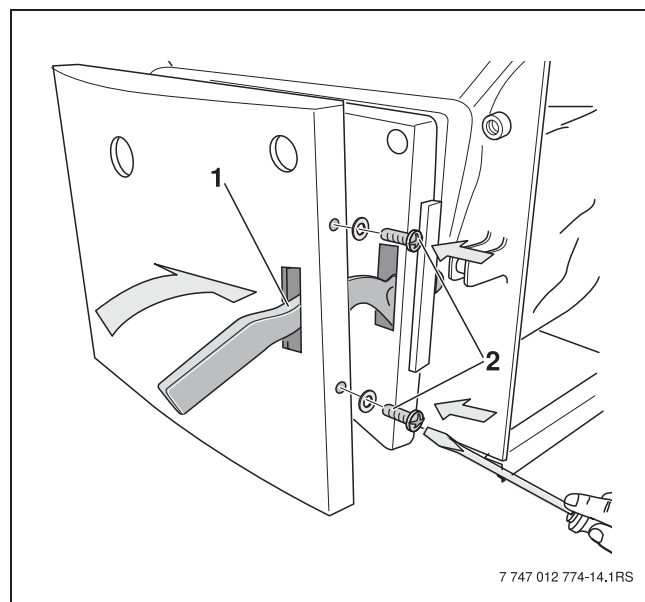

Figura 11 Montarea capacului ușii camerei de ardere
- Capacul ușii camerei de ardere se aplică pe ușă (-> Figura 11). În acest scop, se introduce zăvorul ușii prin orificiul decupat în capacul din tablă (-> Poz. 1).